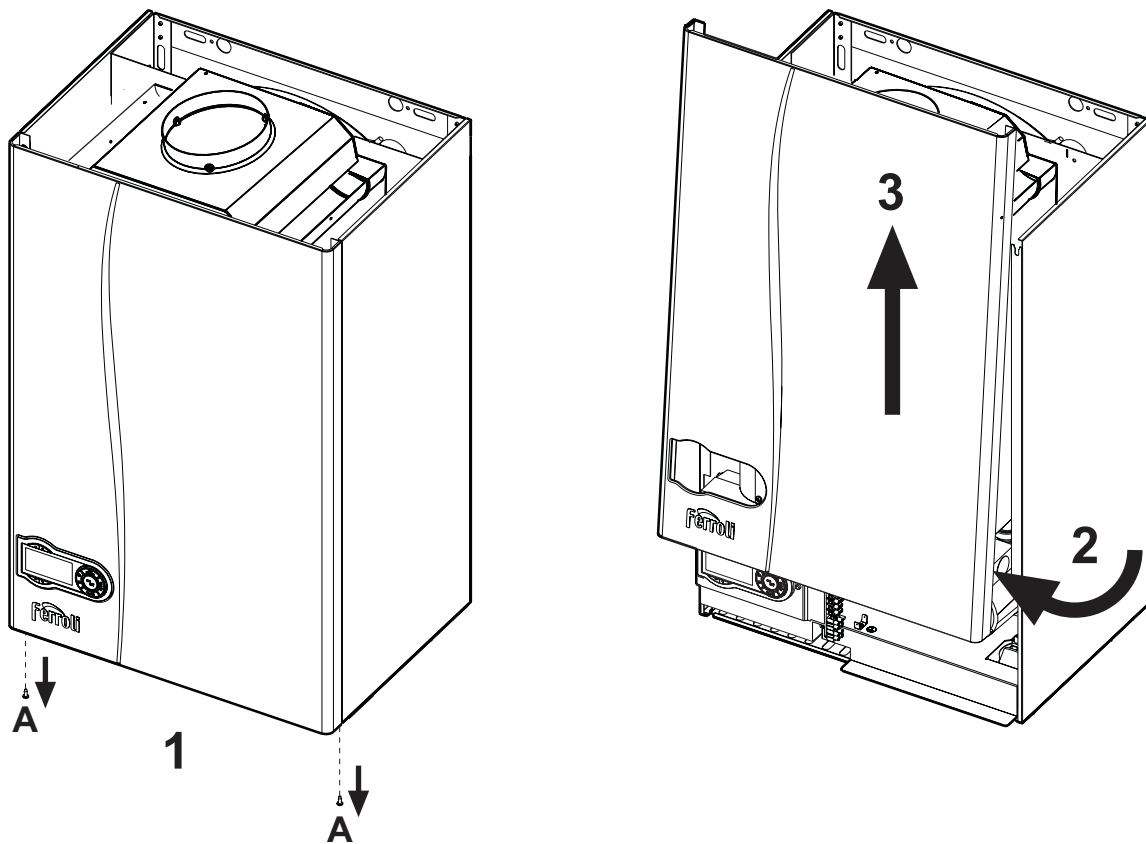

Abb. 24 - Öffnen der Verkleidung
1. Die Schrauben A lösen (siehe Abb. 24).
2. Die Verkleidung aufklappen (siehe Abb. 24).